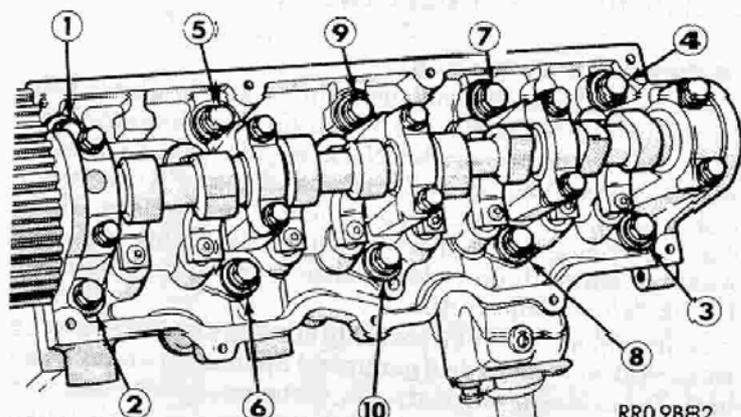

Abb. 5 – Reihenfolge beim Ausbau der Zylinderkopfbefestigungsschrauben
(3) Zylinderkopf-Befestigungsschrauben in der in Abb. 5 angegebenen Reihenfolge lösen und entfernen.